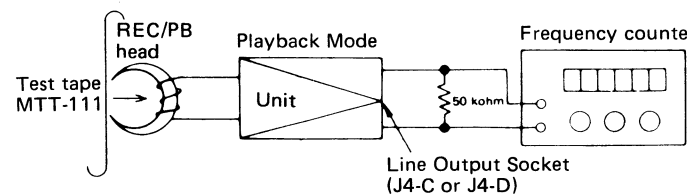

Figure 9-2
TAPE SPEED ADJUSTMENT (See Figure 9-2.)
1. Connect the frequency counter to the unit as shown in Figure 9-2.
(Siehe Abbildung 9-2.)
1. Den Frequenzzähler gemäß Abbildung 9-2 an das Gerät anschließen.
(Voir la Figure 9-2.)
1. Brancher le fréquencesmètre à l'appareil comme le montre la Figure 9-2.